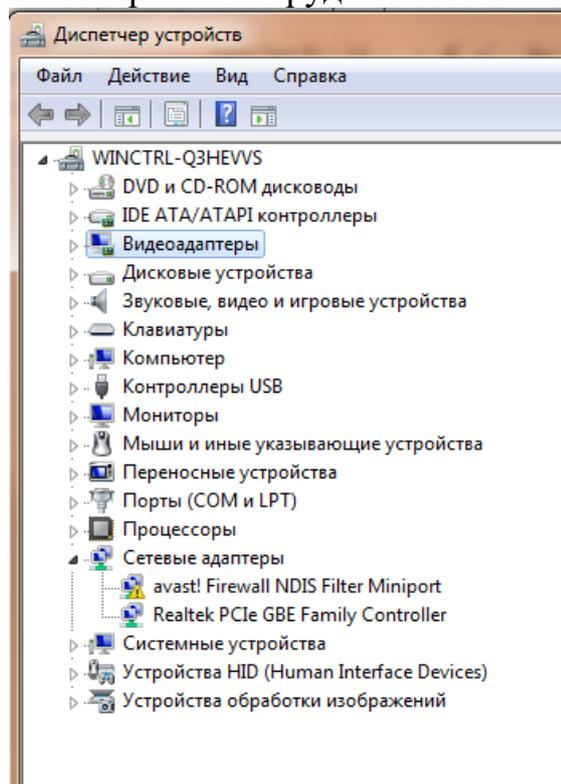

Рисунок 1.4.
В открывшемся окне *диспетчера устройств* (рис. 1.4) представлено графическое отображение перечня оборудования компьютера.
2. Создайте иллюстрацию, аналогичную рис. 1.4. Для этого откройте соответствующее окно и скопируйте содержимое экрана в буфер нажатием на клавиатуре клавиши Print Screen. После этого вставьте содержимое буфера в документ Microsoft Word, сохраните документ.